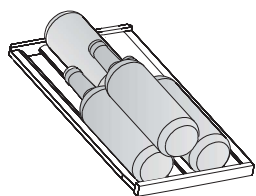
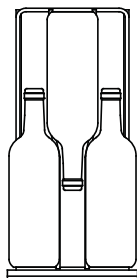

Fig A1
Fig A2
Compartment à vin (à droite) : Il sera nécessaire de positionner les bouteilles en alternance sur les six clayettes du haut. Cela permettra de libérer de l'espace pour l'entreposage de quatre (4) bouteilles de 750ml sur la clayette du haut (Fig. A) et de trois (3) bouteilles par panier sur chacune des quatre clayettes (Fig. A1), et de cinq (5) bouteilles sur la partie inférieure (Fig. A2), pour ainsi parvenir à une capacité d'entreposage totale de 21 bouteilles de vin.